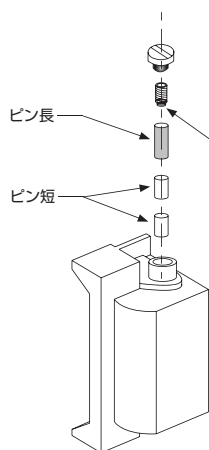
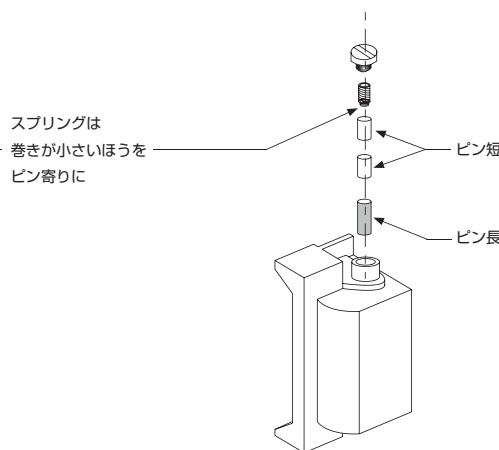

図5：通电時解錠型への組み込み
図6：通电時施錠型への組み込み
- 3 ピンを錠種に応じた順に元通り差し込んでください。（図5 図6） そのあとスプリングを元通り差し込んでください。